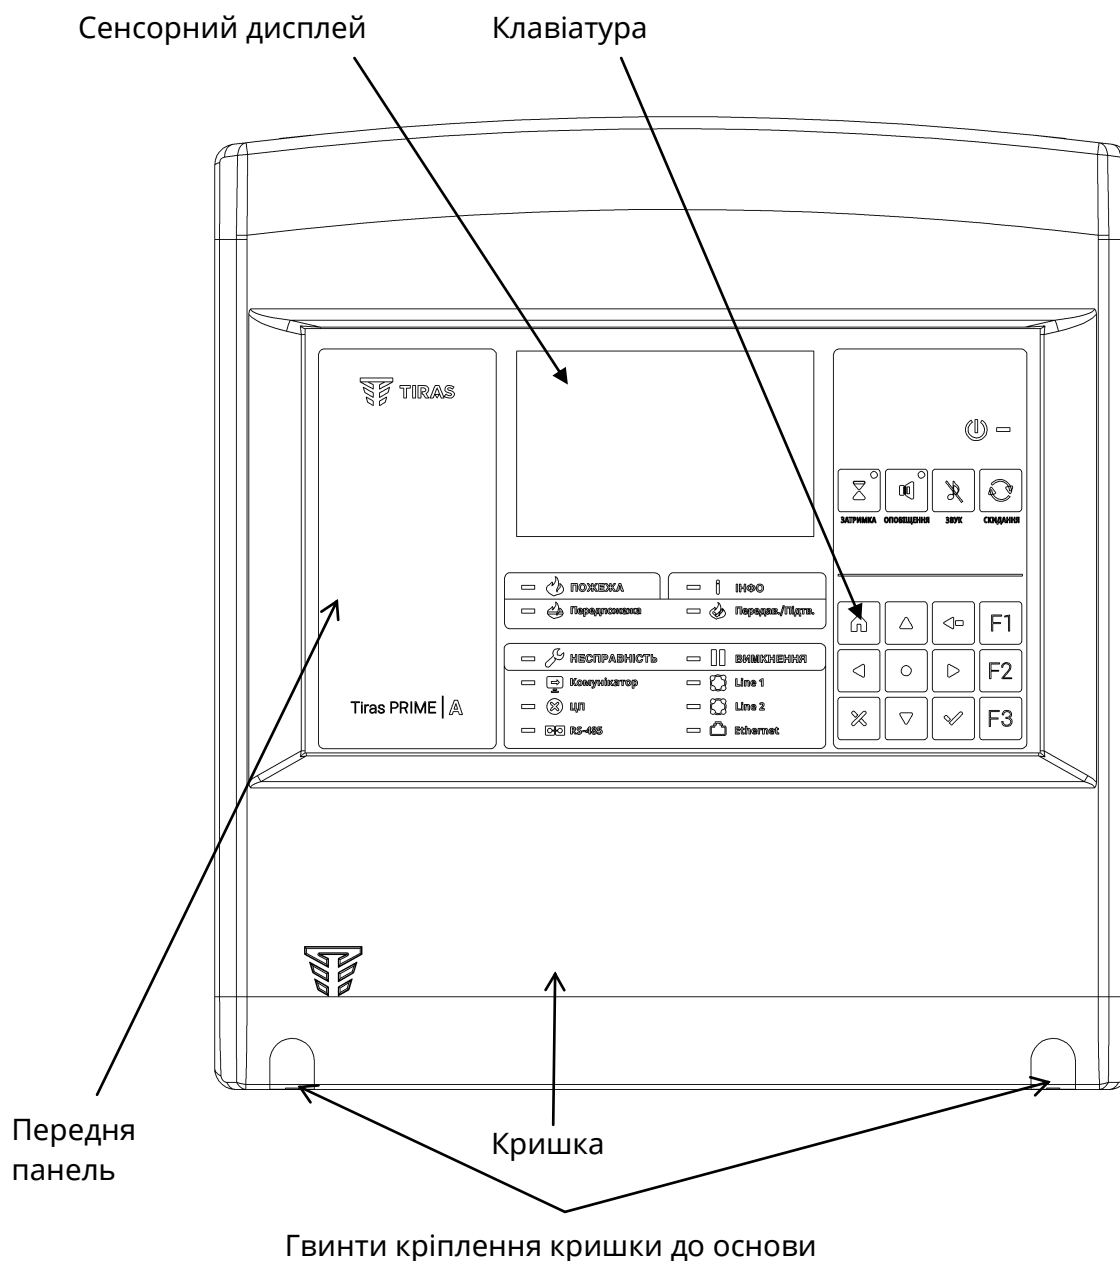

Рисунок 7.1 – Вигляд ППКП (лицьова сторона)
7.1.1 Корпус ППКП складається з основи, кришки, передньої панелі і забезпечує ступінь захисту IP30 (рис.7.1) (основа корпусу показана на рис. 7.2).
- 1) відкрутити два гвинти в нижній частині корпусу (рис. 7.1);